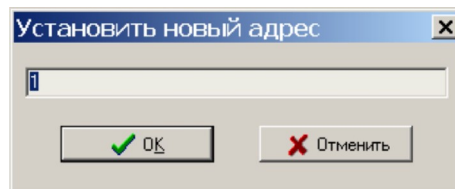

Рисунок 15
- 9) Для изменения адреса блока выбрать пункт меню «Адрес» в окне «Поиск» и установить новый требуемый адрес блока в соответствии с рабочим проектом системы, в которой используется БПДД-RS-485П (рисунок 15).